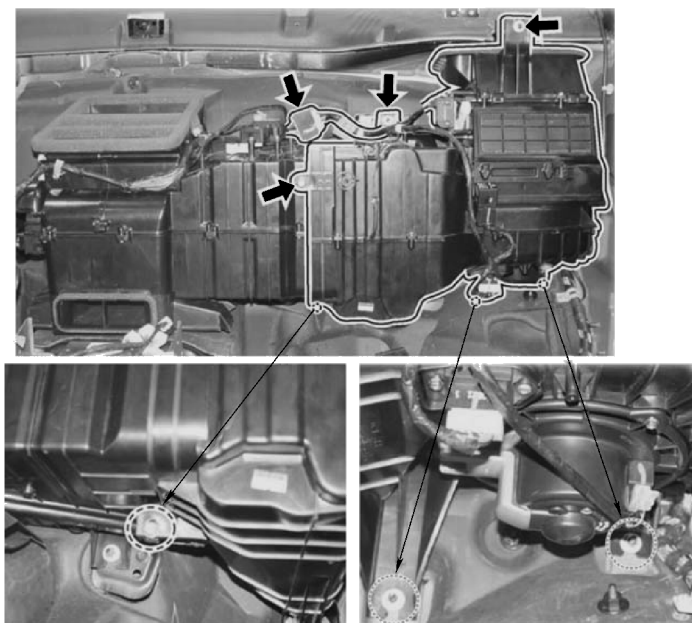

图 9-9 拆下鼓风机单元
- 4) 分离空调模块连接器（箭头），拧下固定螺钉并拆卸鼓风机单元总成，如图 9-9 所示。